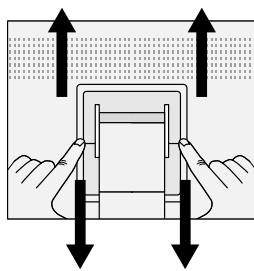

Abbildung S.2
3. Drücken Sie die „▼“-Kennzeichnung mit dem Zeigefinger und schieben Sie gleichzeitig die untere Abdeckung des Fußes (**Abbildung S.2**).